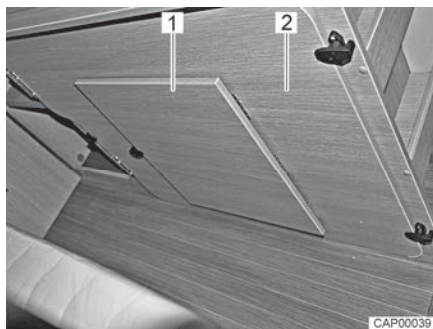

Bild 40 Stödplatta vid höger sängram
- Ta dessutom upp stödplattan (Bild 40,2) från höger sängram bak.
- Fäll ut fotstöd (Bild 40,1) på stödplattan.